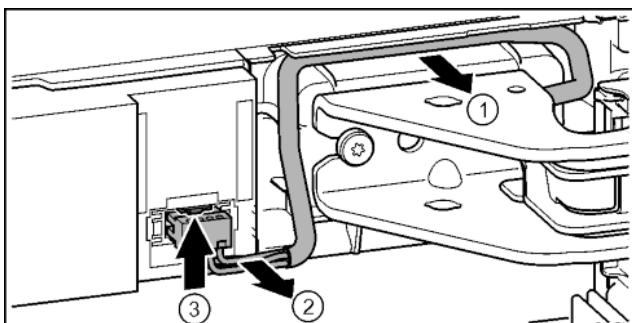

Fig. 23
- Внимателно освободете от водача кабела над лагерната стойка. Fig. 23 (1)
- Внимателно издърпайте от канала кабелните снопове. Fig. 23 (2)
- Натиснете езичето нагоре и внимателно издърпайте щепсела. Fig. 23 (3)